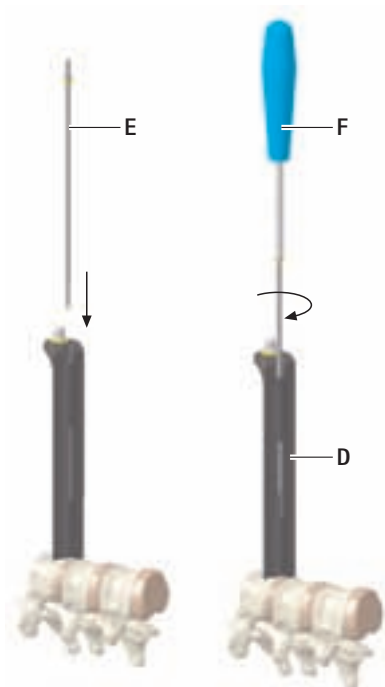

Abb. 1
- Fixationsschraube **E** in Valve **D** einführen und festschrauben, siehe Abb. 1.